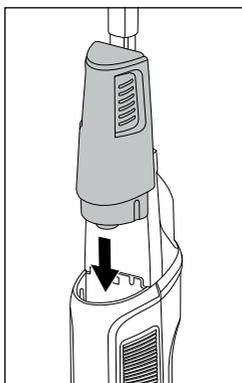

Fig. 11
- ◆ Rotiți rezervorul de apă curată ❶ și împingeți-l înapoi în inserția din partea superioară a părții din față a aparatului (a se vedea fig. 11).
- ◆ Împingeți rezervorul de apă curată ❶ în jos, de-a lungul canelurilor din inserție până când rezervorul de apă curată ❶ se cuplează cu un clic și se așază ferm pe aparat.